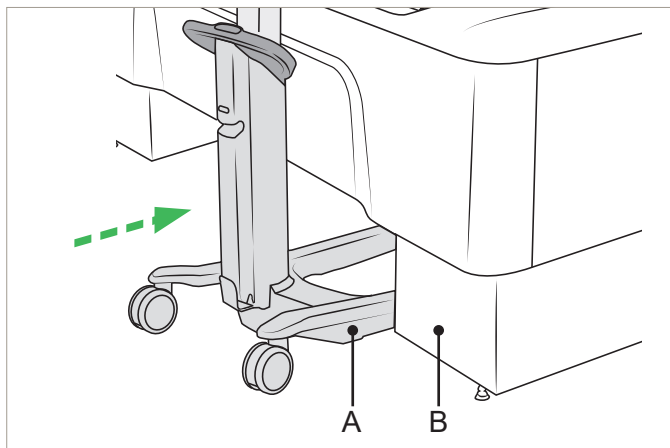

Figure 27
8. Aligner les roulettes (A) du fauteuil élévateur d'hygiène avec l'intérieur du socle (B) de la baignoire Classic Line 2. Pousser le fauteuil élévateur d'hygiène vers l'avant jusqu'à ce qu'il s'arrête contre la baignoire Classic Line 2. Veiller à ce que le fauteuil élévateur d'hygiène soit bien calé contre la baignoire Classic Line 2. Voir la section Figure 27.